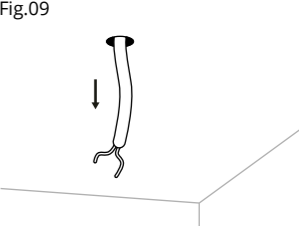
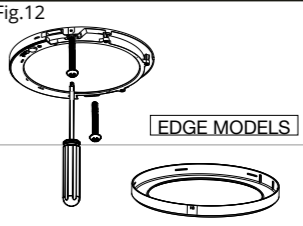

Fig.09
Fig.12
- To surface mount this product you will need access to the AC/mains cable in your ceiling or wall. Ensure you have a workable length of mains cable for your installation. (Fig. 09) "EDGE" models can use a bracket or be directly surface-mounted using an appropriate screw fixing. (Fig. 12)
- Pour monter ce produit en saillie, vous aurez besoin d'un accès à un câble d'alimentation secteur dans le mur ou le plafond. Veillez à avoir une longueur de câble d'alimentation suffisante pour votre installation. (Fig. 09) Les modèles "EDGE" peuvent utiliser un support ou être directement montés en saillie à l'aide d'une fixation par vis appropriée. (Fig. 12)
- Para montar el producto en la superficie necesitará acceder al cable de alimentación en su techo o pared. Asegúrese de tener suficiente cable durante su instalación. (Fig. 09) Los modelos "EDGE" pueden utilizar un soporte o pueden ser instalados directamente en la superficie fijándolos con tornillos. (Fig. 12)